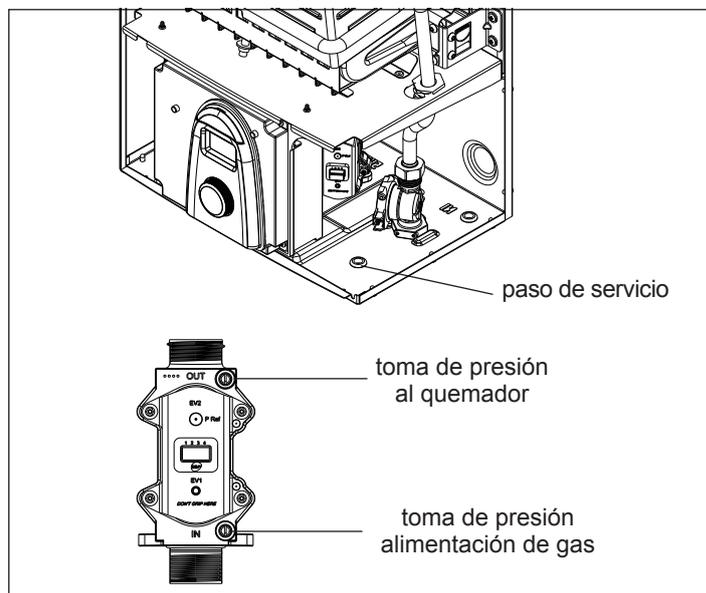

Fig. 13 - Verificación de la presión de red
- Quite el tapón que cierra el paso de servicio (Fig. 13) y haga pasar a través del agujero el tubo de silicona del manómetro